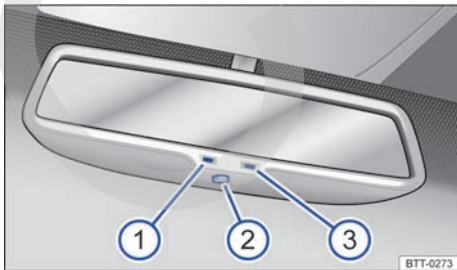

Fig. 73 En el parabrisas: espejo retrovisor interior antideslumbrante automático.
Legenda para → fig. 73:
- ① Luz de control.
- ② Interruptor.
- ③ Sensor para reconocer la incidencia de luz desde atrás.
El antideslumbrante automático se puede conectar y desconectar con el interruptor en el retrovisor interior → fig. 73 ②. Si está conectado el antideslumbrante automático se enciende la luz de control → fig. 73 ①.
- Un sensor del lado que indica hacia el interior del vehículo, que mide la incidencia de luz desde atrás → fig. 73 ③.